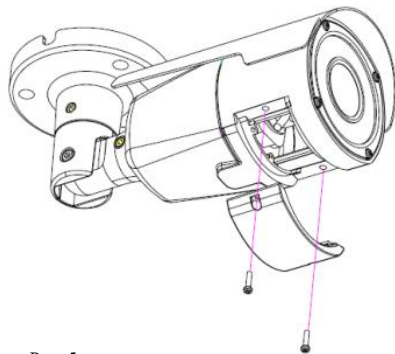

Рис. 5
2. Настройка угла обзора и резкости происходит путем регулировки соответствующих винтов, расположенных за люком на дне корпусе камеры (рис. 5): ближе к объективу находится винт настройки угла обзора, следующий – винт настройки фокусировки. Во избежание попадания влаги внутрь корпуса камеры, производите настройку в сухом помещении.